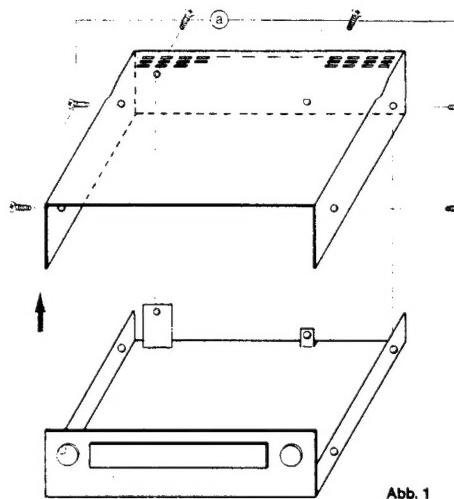

Abb. 1
- Vier Schrauben (④) an den Seiten und zwei an der Rückwand herausdrehen.
- Gehäuseoberteil nach oben abheben (Abb. 1).